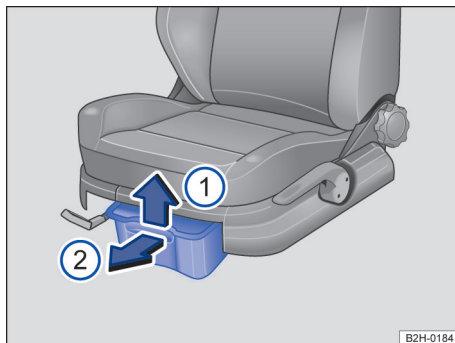

Fig. 121 Porta-objetos sob os bancos dianteiros: porta-objetos com gaveta.
- Erguer a gaveta → Fig. 121 ① e levantar para frente ②.